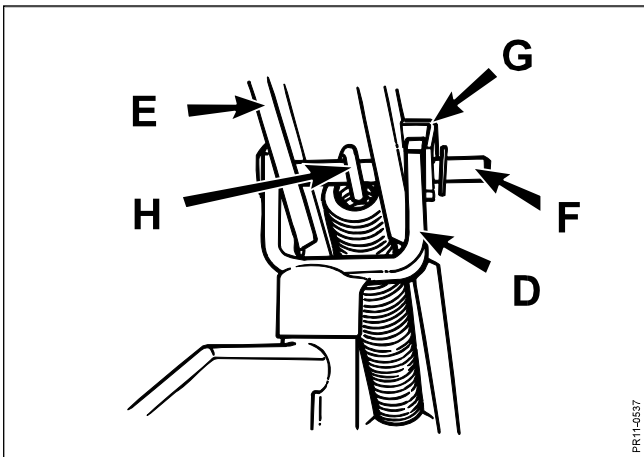

Fig. 1-3
- Fig. 1-3:** Relier la chape **D** de la tête d'attelage au système de suspension **E** au moyen de l'axe **F**. En même temps, Penser à monter le blocage de stationnement **G** et le ressort de suspension **H**.